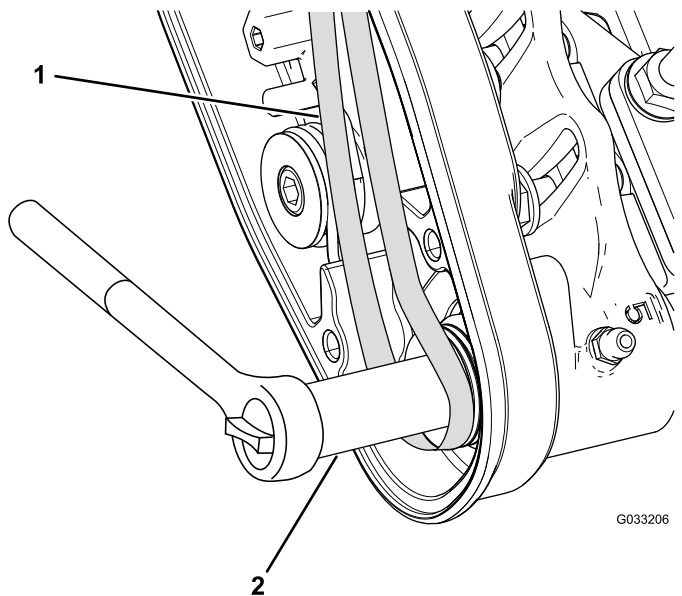

**Figura 26**
- A. Avvolgete la cinghia intorno alla puleggia **motrice** e successivamente intorno alla parte superiore della puleggia tendicinghia (Figura 26).
- B. Avviate la cinghia sulla **puleggia condotta** (Figura 26).